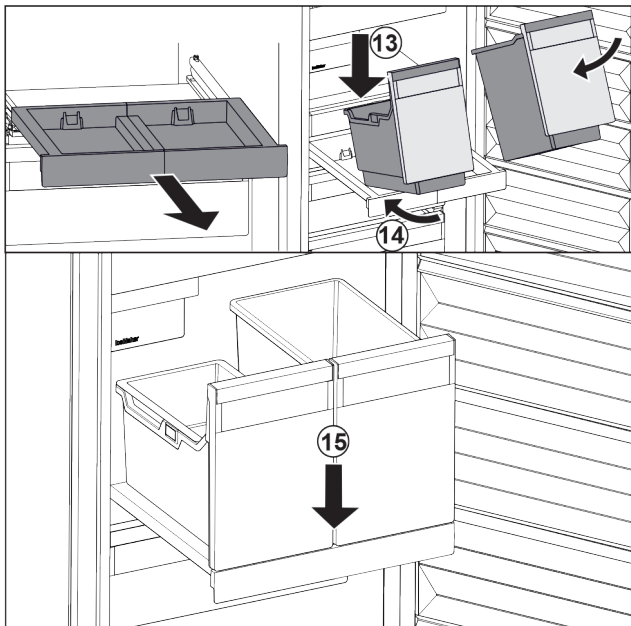

Fig. 24
- ▶ Встановити резервуар на витяжну панель навкоси. Fig. 24 (13)
- ▶ Насунути резервуар навкоси до заду. Fig. 24 (14)
- ▶ Резервуар опустити спереду. Fig. 24 (15)